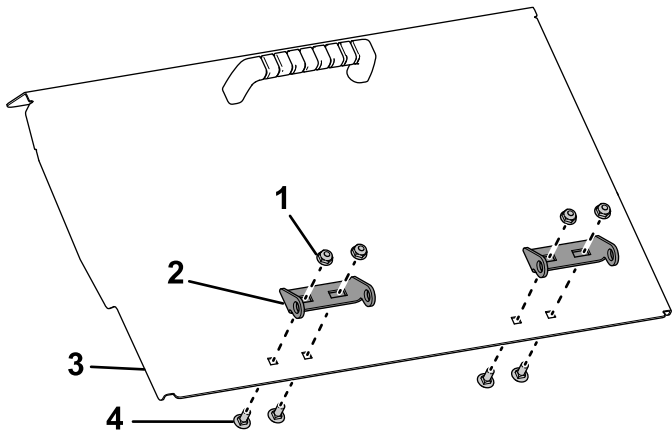

Figura 7
6. Instale a dobradiça da porta da tremonha utilizando os parafusos de carroçaria (¼ pol. x 5/8 pol.) e porcas de bloqueio fornecidos (Figura 7).